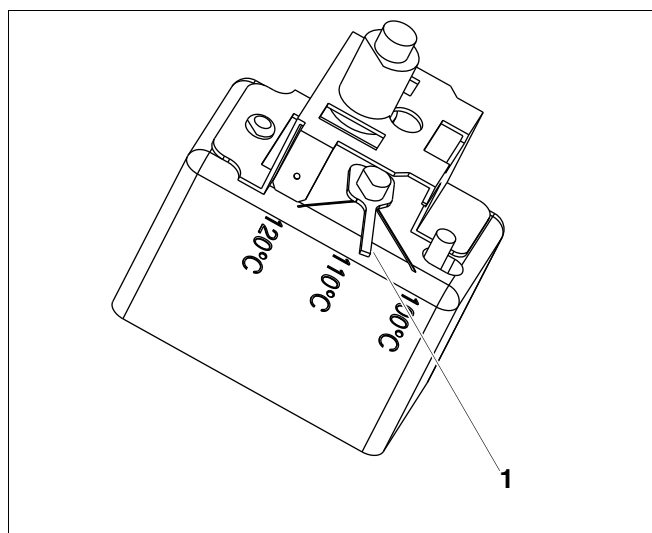

fig. 4 Variante B
2.2.2 fig. 4 Variante B
- Ajustar a alavanca de comando (fig. 4, [1]) para a respectiva temperatura.